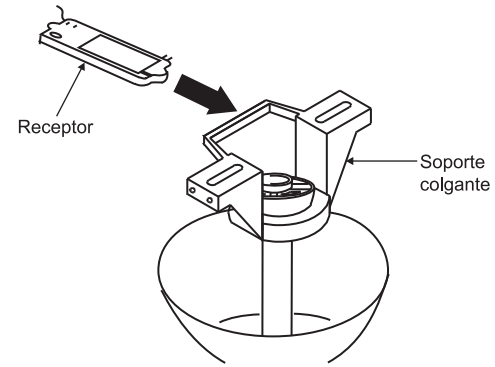

Fig. 12
Paso 1. Inserte el receptor en el soporte de montaje para cielorraso con el lado plano del receptor mirando al techo. (Fig. 12) Para un mejor desempeño, asegúrese de que la antena negra, al final del receptor, permanezca extendida y no se enrosque con ningún cable eléctrico.